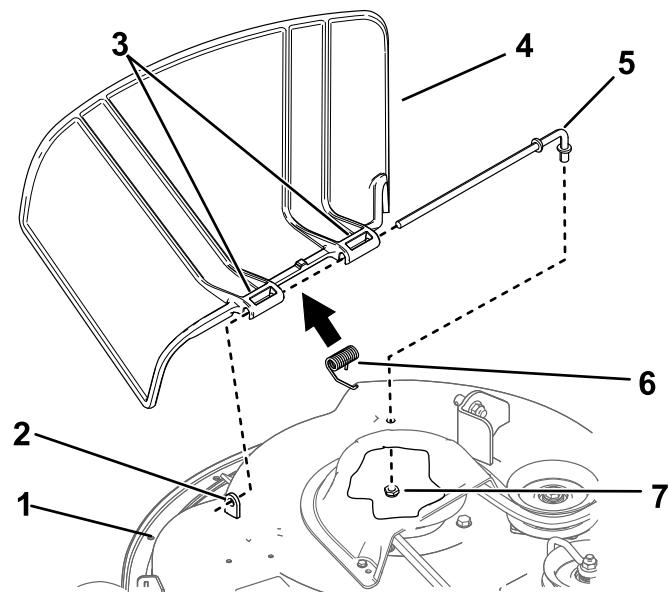

Figura 69
1. Retire la tuerca ($\frac{3}{8}$ ") de la varilla (debajo del cortacésped) (Figura 69).
2. Retire la varilla del espaciador corto, del muelle y del pivote de hierba (Figura 69).
4. Instale el deflector de hierba nuevo (Figura 69).
7. Deslice la varilla por el segundo soporte del deflector de hierba (Figura 69).
9. Sujete el extremo trasero de la varilla al cortacésped con una tuerca ($\frac{3}{8}$ "), según se muestra en Figura 69.